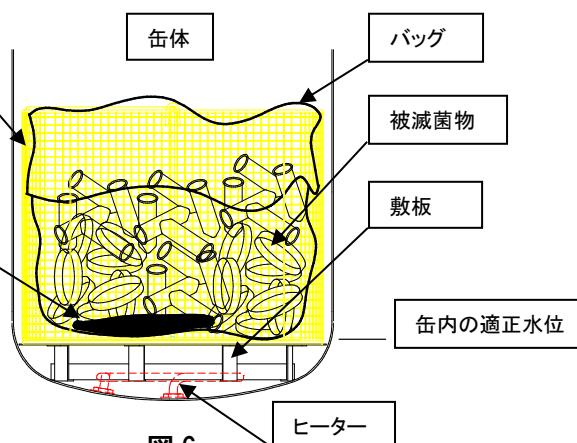
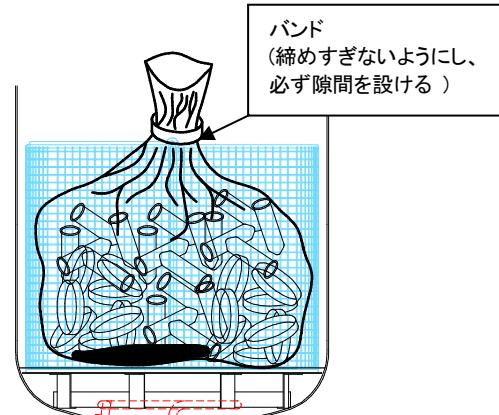

図6
図7
折り返したバッグ容積の 60%程度の内容量にとどめてください。(図 6)
- ❶ バッグの口は必ず開いてください。(図 6, 図 7)
- ❷ 確実な滅菌の為にバッグに 200ml 程度の水を入れてください。(図 6)